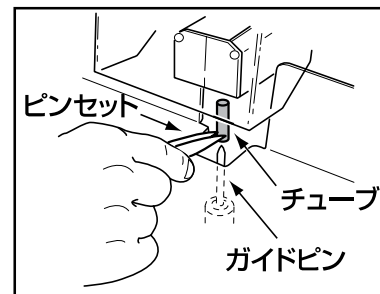

図19
- 3.チューブをつまんで保持していると、ガイドピンが降下することにより、チューブを除去できます。 図19 参照